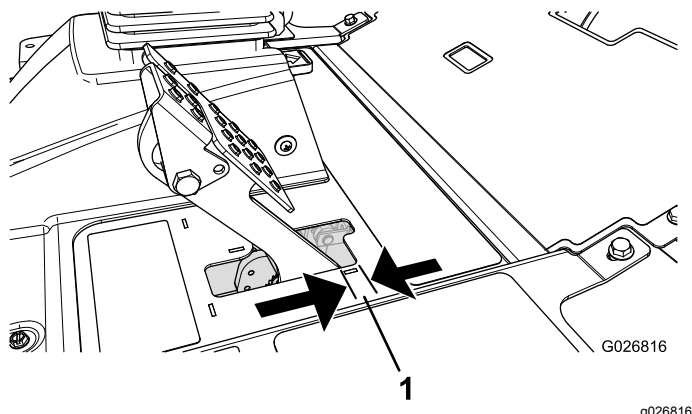

Bild 84
Stellen Sie die Bremsen ein, wenn das Bremspedal mehr als 2,5 cm Spiel hat, oder wenn die Bremsen nicht mehr gut genug greifen (Bild 84). Als Spiel gilt die Entfernung, die das Bremspedal zurücklegt, bevor ein Bremswiderstand spürbar ist.
2. Ziehen Sie die hintere Mutter an, um den Zug nach hinten zu bewegen, bis die Bremspedale ein Spiel zwischen 0,63 mm bis 1,27 cm aufweisen, bevor die Radsperrung auftritt (Bild 84).